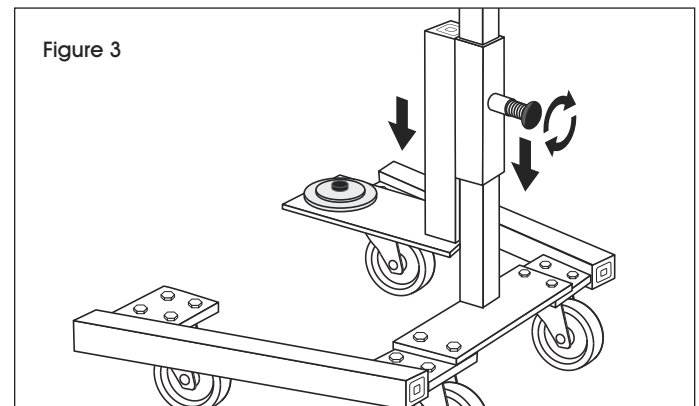

Figure 3
2. Placez le porte-film par-dessus le montant et glissez-le jusqu'en bas. (Voir Figure 3)